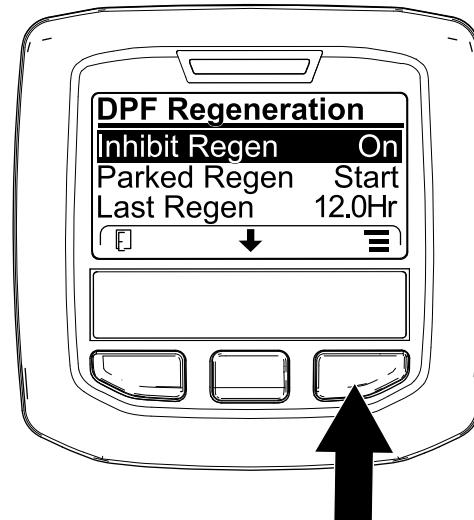

Figura 43
1. Acceda al menú DPF Regeneration (Regeneración de DPF), pulse el botón central para desplazarse hacia abajo, hasta la opción INHIBIT REGEN (Inhibir regeneración) y pulse el botón derecho para seleccionar la opción Inhibit Regen (Figura 43).
2. Pulse el botón derecho para cambiar el ajuste de inhibición de regeneración de Activado a Desactivado (Figura 43) o viceversa (Figura 44).